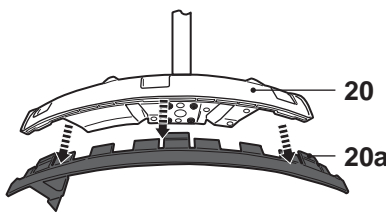

Fig. 8
- > Appuyez sur les trois verrous au moyen des outils et retirez le collier (20a) de la protection (20) pour l'utilisation débroussailleuse (Fig. 8).